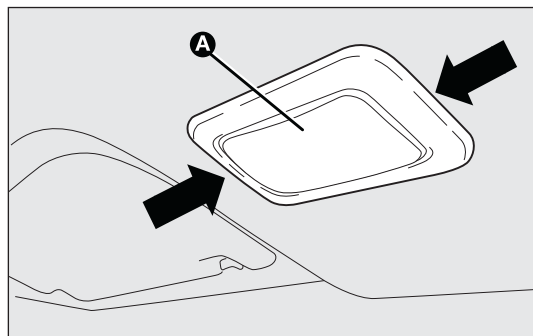

fig. 163
- ☐ extraiga el plafón A-fig. 163 actuando en los puntos indicados por las flechas;